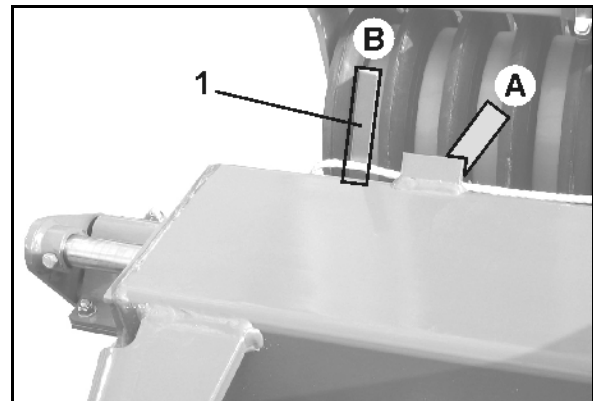

Fig. 27
- **Fig. 27** - rechte Maschinenseite, Position A.